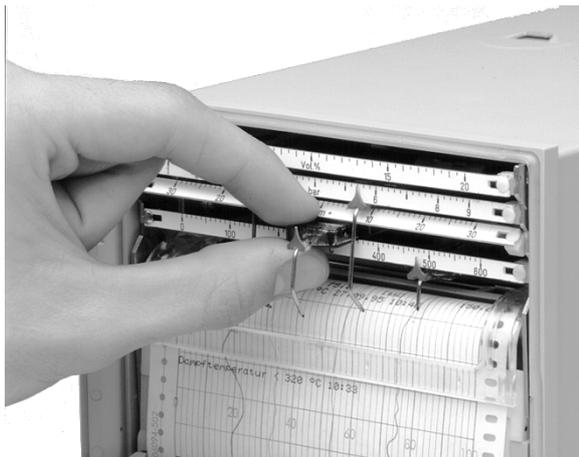

Bild 8 Faserschreibeinsetzung / Druckeinsetzung einsetzen
2. Faserschreibeinsetzung gemäß Bild 8 einsetzen.